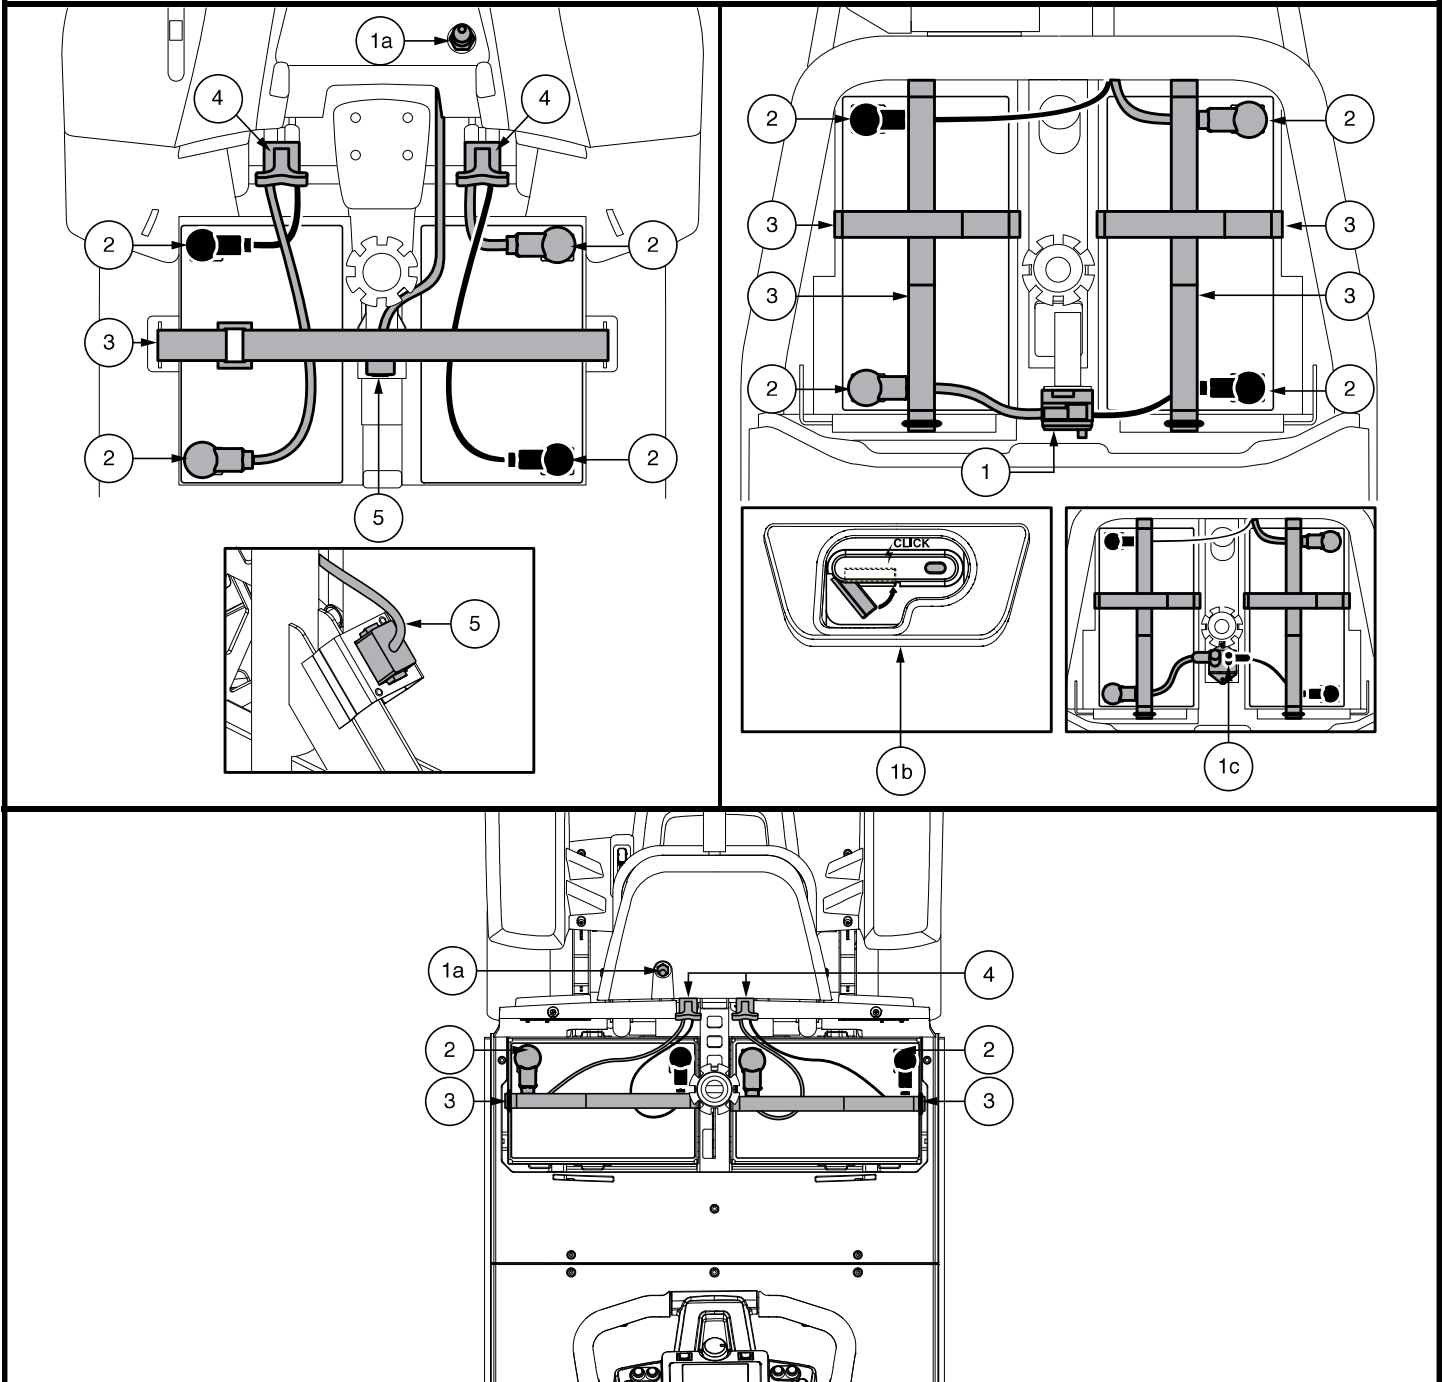

Abb. 16. Batterie Ausbau/Einbau Batteriepole und stecker
3. Bei allen Modellen AUSSER 614 und 714 ziehen Sie bitte das von vorne nach hinten verlaufende Kabel ab. Entfernen Sie beide Batteriekabel, indem Sie jedes Kabel aus seinem Gegenstecker ziehen. **Siehe Abb. 16.**
- Legen Sie in jedes Batteriefach eine neue Batterie ein. Drehen Sie die Batterieklemmen jeder Batterie von der Sattelstütze weg, so dass die positiven (+) und negativen (-) Batterieklemmen wie in **Abb. 16** angezeigt positioniert sind.